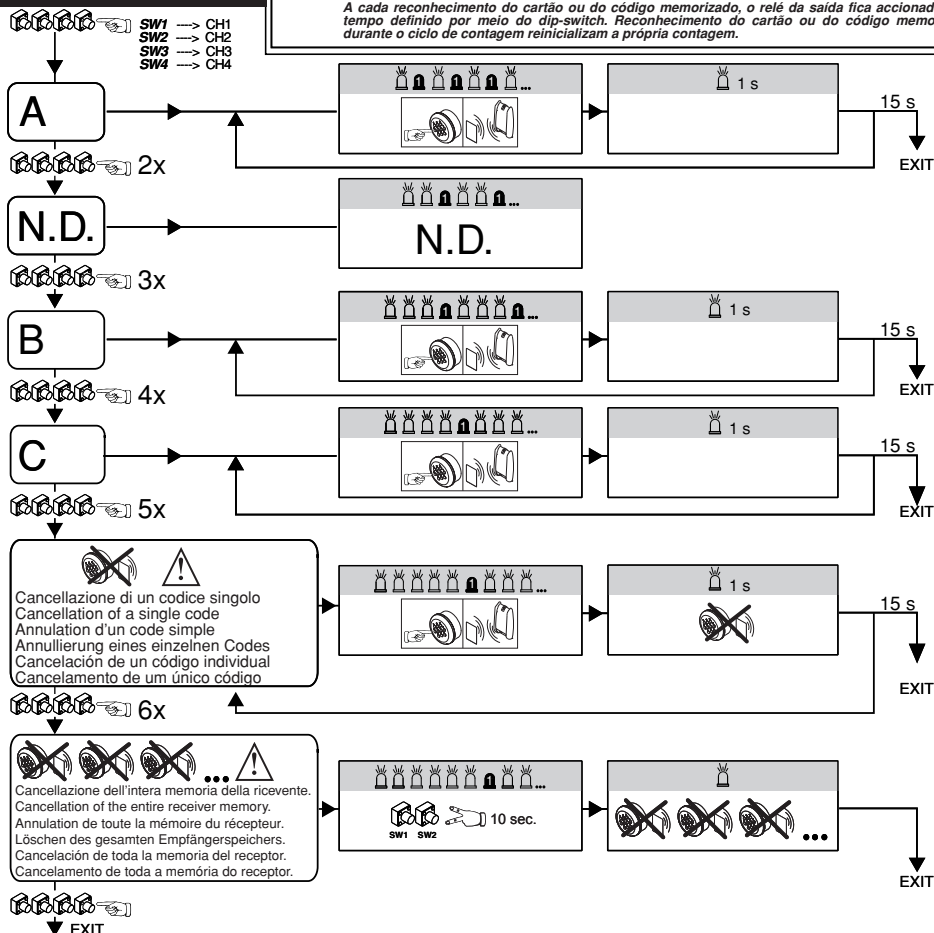

FIG.5
8) PROGRAMAÇÃO DOS TEMPOS DE ACTIVAÇÃO PARA A SAÍDA TEMPORIZADA: Ver Fig.5.
Ad ogni pressione del tasto della trasmittente, il relé dell'uscita resta attratto per il tempo impostato tramite dip-switch (Fig.5). Pressioni del tasto durante il ciclo di conteggio reinizializzano il conteggio stesso.
Each time the transmitter key is pressed, the output relay remains picked up for the time set by means of the dip switch (Fig.5). When the key is pressed during the count cycle, the actual count is restarted.
A chaque pression de la touche de l'émetteur, le relais de sortie reste excitée pour le temps programmé par l'interrupteur DIP (Fig.5). Les pressions de la touche pendant le cycle de comptage réinitialisent le comptage lui-même.
Bei jeder Betätigung der Sendertaste bleibt das Ausgangsrelais für die Dauer angezogen, die per Dip-Switch eingestellt wird (Abb. 5). Tastenbetätigungen während des Herunterzählens führen dazu, dass die Zeit erneut zu laufen beginnt.
Cada vez que se pulsa la tecla del transmisor, el relé de la salida permanece excitado durante el tiempo configurado mediante dip-switch (Fig.5). Si la tecla se presiona durante el ciclo de cálculo, se reinicializa dicho cálculo.
A cada pressão da tecla do transmissor, o relé da saída fica acionado pelo tempo definido por meio do dip-switch (Fig.5). Pressões da tecla durante o ciclo de contagem reinicializam a própria contagem.